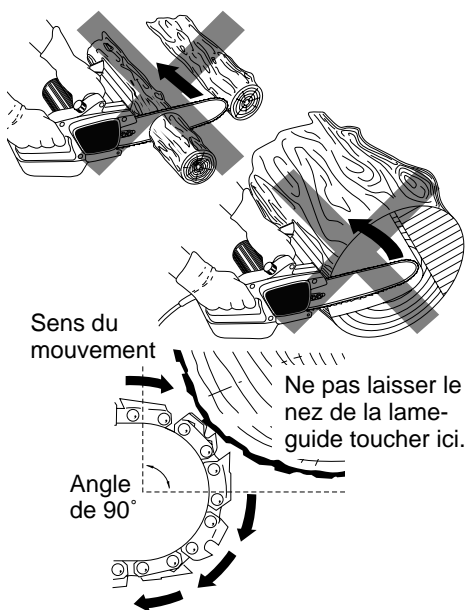

Figure 1 - Exemple du risque de recul. Ne pas laisser le nez de la lame-guide toucher un objet pendant que la chaîne est en mouvement.
- Ne pas laisser le nez de la lame-guide toucher quelque chose quand la chaîne est en mouvement. (Voir la figure 1.)